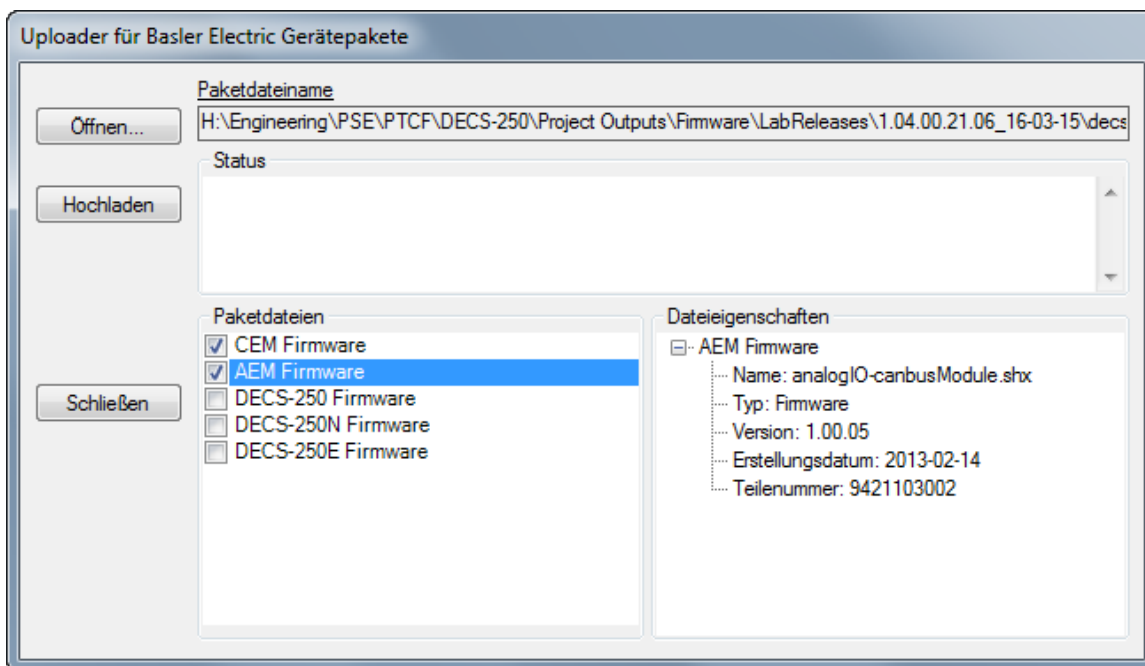

Abbildung 19-12. Ladeprogramm für Basler Electric Gerätepakete
8. Wenn das Fenster 'Basler Electric Ladeprogramm für Gerätepakete' (Abbildung 19-12) angezeigt wird, klicken Sie die Schaltfläche *Öffnen*, um das Gerätepaket zu suchen, das Sie von Basler Electric erhalten haben. Die Paketdateien werden gemeinsam mit den Dateidetails aufgelistet. Klicken Sie ein Häkchen in die Kästchen neben den einzelnen Dateien, die Sie hochladen wollen.